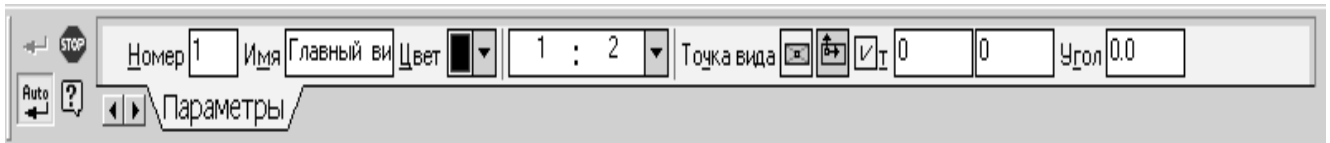

Рис.22.
1. Создать новый вид. Для этого необходимо выполнить команду **Главное меню**⇒**Вставка**⇒**Вид**. В появившейся внизу **Панели свойств** (рис.22) ввести имя вида и масштаб, как показано на рисунке. Указать координаты новой системы координат совпадающими с системным видом (точка 0,0) . Завершить ввод данных.